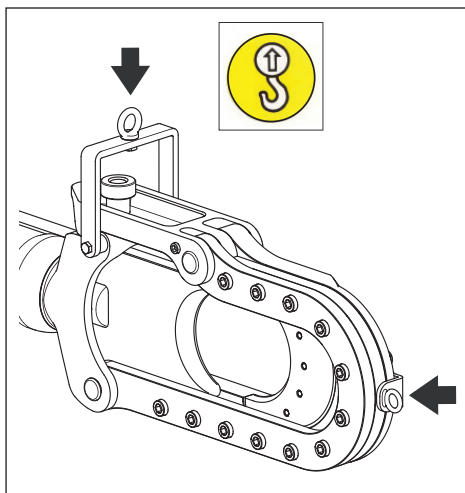

Figura 6, Ubicación de elevación del cortacables
- Si se necesita desplazar o transportar el cortacables, utilice solo los cáncamos de elevación suministrados. Véase Figura 6. Utilice un equipo de elevación de suficiente capacidad.